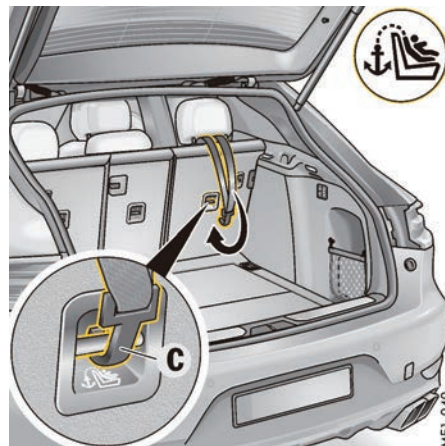

图 106: 将配备 ISOFIX 顶部系链的儿童保护系统装到后排座椅上
4. 将 ISOFIX 顶部系链 **C** 固定到靠背后侧（图 106）的固定点上，然后将束带拉紧。